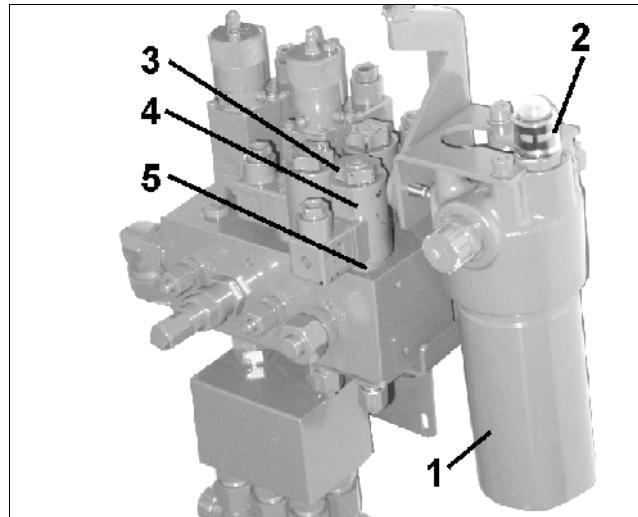

Рис. 59
Во время эксплуатации может проверяться работа гидравлического масляного фильтра (Рис. 59/1) на распределительной гидрокоробке.
Индикация в контрольном окошке (Рис. 59/2):
- Открутите крышку магнита (Рис. 59/3).
- Снимите катушку электромагнита (Рис. 59/4).
- Выкрутите шток клапана (Рис. 59/5) с седлами и почистите сжатым воздухом или гидравлическим маслом.